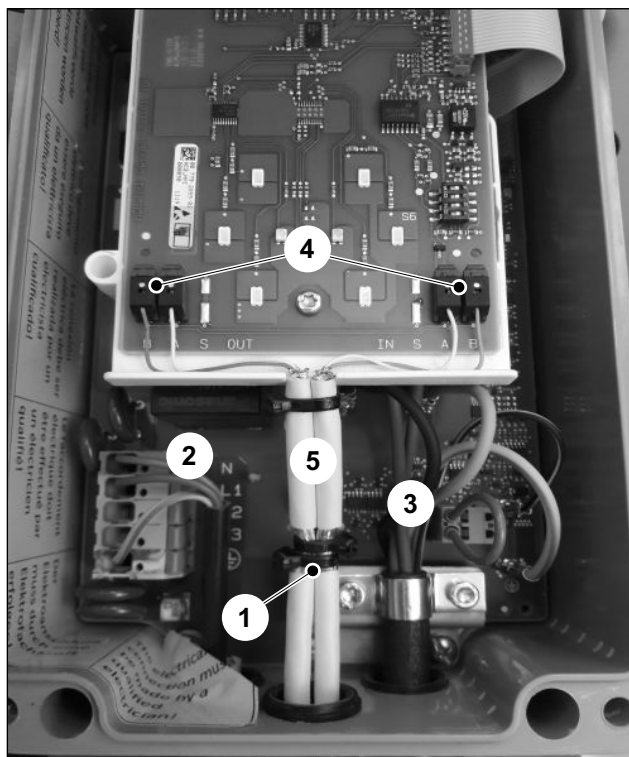

Fig. 5 Percorso dei cavi nel cablaggio in linea
A ognuna delle altre Wallbox sono collegate due linee del bus (fig. 5).
I singoli conduttori del cavo della tensione di alimentazione (fig. 5/2) e del cavo di ricarica (fig. 5/3) vanno posati alla maggior distanza possibile dalle linee del bus.
3. Fissare i singoli schermi scoperti al morsetto di schermatura (fig. 5/1) mediante una o due fascette serracavi.
4. Spellare rispettivamente due conduttori per circa 8 mm e collegarli ai corrispondenti morsetti (fig. 5/4).
Le linee del bus devono essere posate senza guaine di rivestimento tra il morsetto di schermatura e la scheda di collegamento (fig. 5/5).